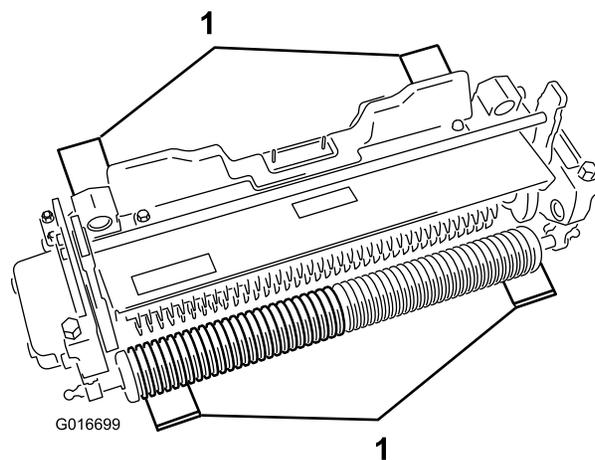

図4
2. 希望する設定高さ地表面からの高さに、4本のゲージバーを設定し、これらのゲージバーをサッチングユニットの前後のローラの下に当てる **図4**。